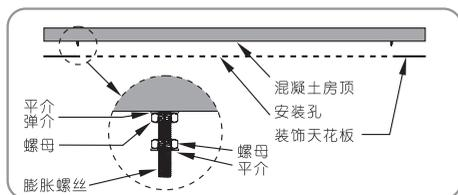
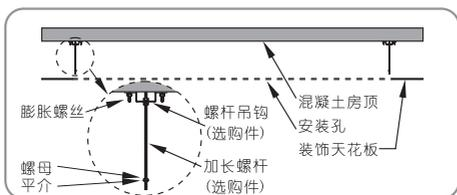

图8 较矮天花的安装螺丝
图9 较高天花的安装吊钩
3. 根据你的安装方式，在混凝土天花板打孔并安装M8x80或更长的膨胀螺丝(非附件)，见图6、图8；
如果是较高的天花则需要安装天花吊钩及加长螺杆并使用M8x60膨胀螺丝(选购件)，见图7、图9；
4. 两种安装方式的螺丝下部都需要增加一个M8螺母和平介子作为调节安装高度的限位之用，见图8-图9；